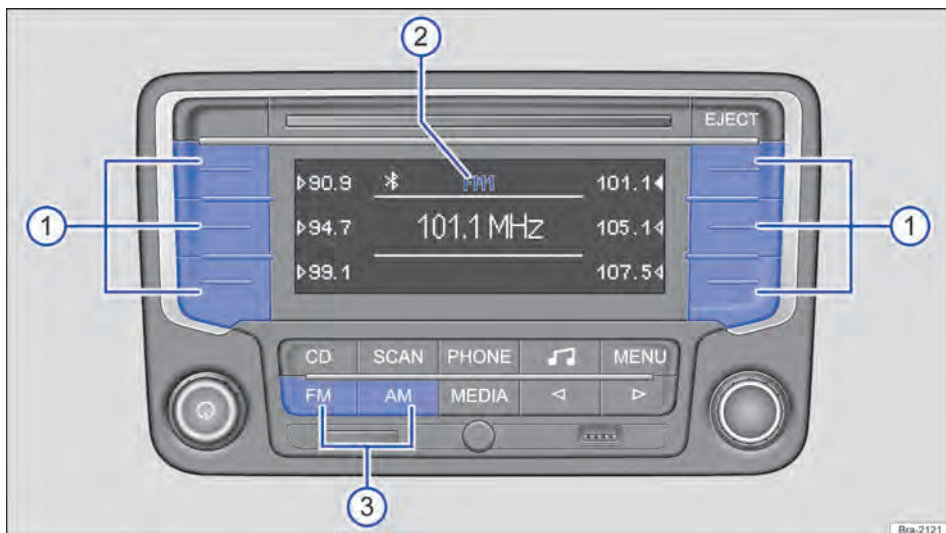

Fig. 129 Selecionar a faixa de frequências e o nível de memória.
Pressionar o botão do aparelho **FM** ou **AM** → Fig. 129 ③ até que seja exibido o nível de memória desejado → Fig. 129 ②.
Ao trocar os níveis de memória, as frequências das estações de rádio salvas são exibidas ao lado dos botões das estações Fig. 129 ①.